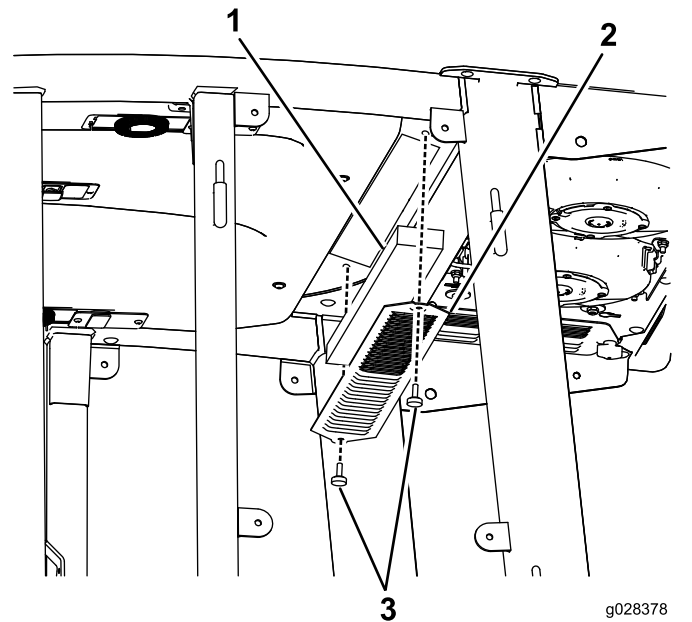
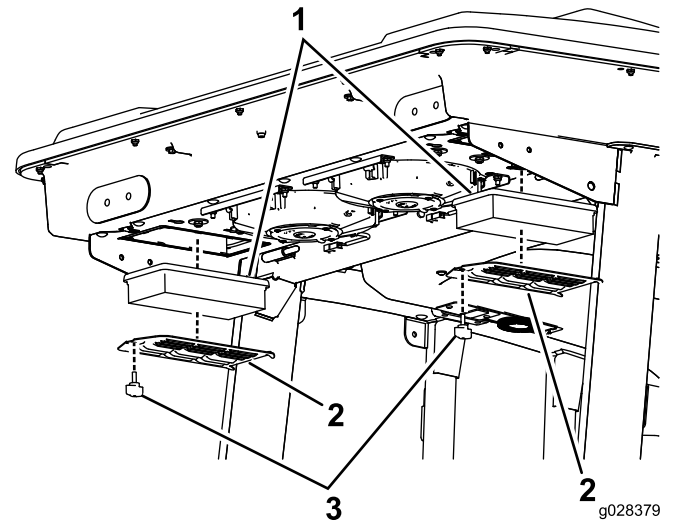
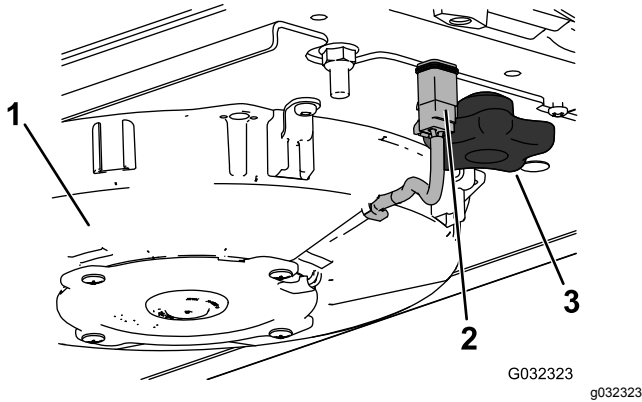
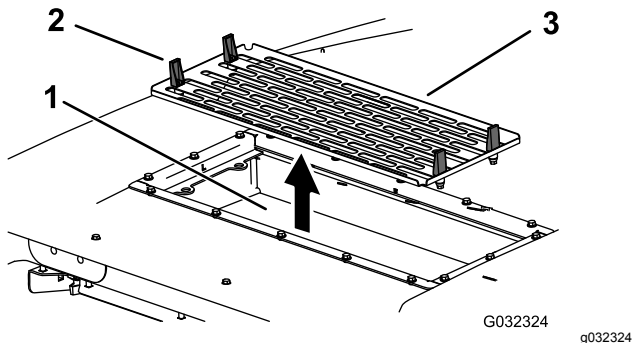

Figura 130
Figura 131
Figura 132
Figura 133
1. Remova os parafusos e as grelhas dos filtros de ar interior e traseiro da cabina (**Figura 130** e **Figura 131**).
4. Retire os filtros de ar (Figura 131).
6. Instale os filtros de ar, painel e conjunto da ventoinha (Figura 131, Figura 132 e Figura 133).
7. Ligue o fio de cada uma das ventoinhas (Figura 132).